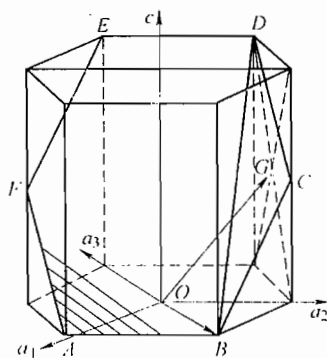

图 34-2 第四题第 2 小题解答图
2. $(10\bar{1}2)$ 晶面与六方晶系的完整晶胞的交线如图 34-2 所示, 其中画影线的晶面就是 $(10\bar{1}2)$ 面, 它与晶胞的交线为 $ABCDEF$ 。